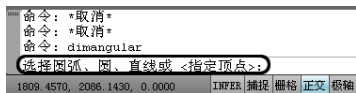

图 9.90 发出的命令
(1) 选择菜单栏中的【标注】/【角度】命令，在命令行将发出如图 9.90 所示的提示。